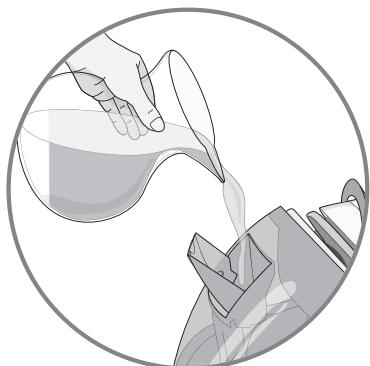

fig. 4
- Brug en vandkande til at fyde beholderen op med højest 1,6 liter vand - **fig.4** og pas på ikke at overskride "Max" niveauet